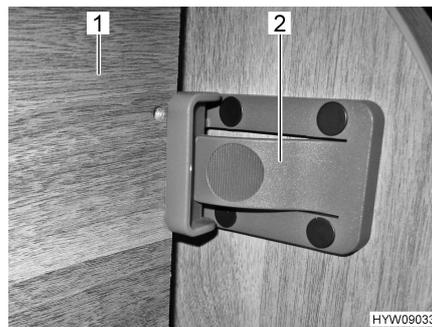

Bild 33 Sicherung vorn
- Bett (Bild 33,1) anheben.
- Bett mit dem Riegel (Bild 33,2) an der Möbelwand sichern.
- Riegel (Bild 33,2) drücken.